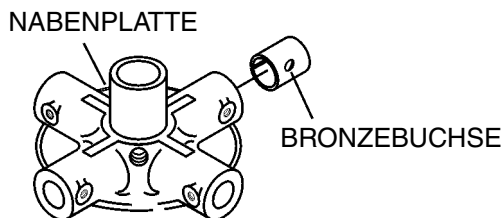

Abbildung 33. Bronzebuchsen
4. Untersuchen Sie den Einsatz (Abbildung 33) der Bronzebuchse. Reinigen Sie ihn, falls erforderlich. Ersetzen Sie die Buchse, wenn sie unrund oder verschlissen ist.